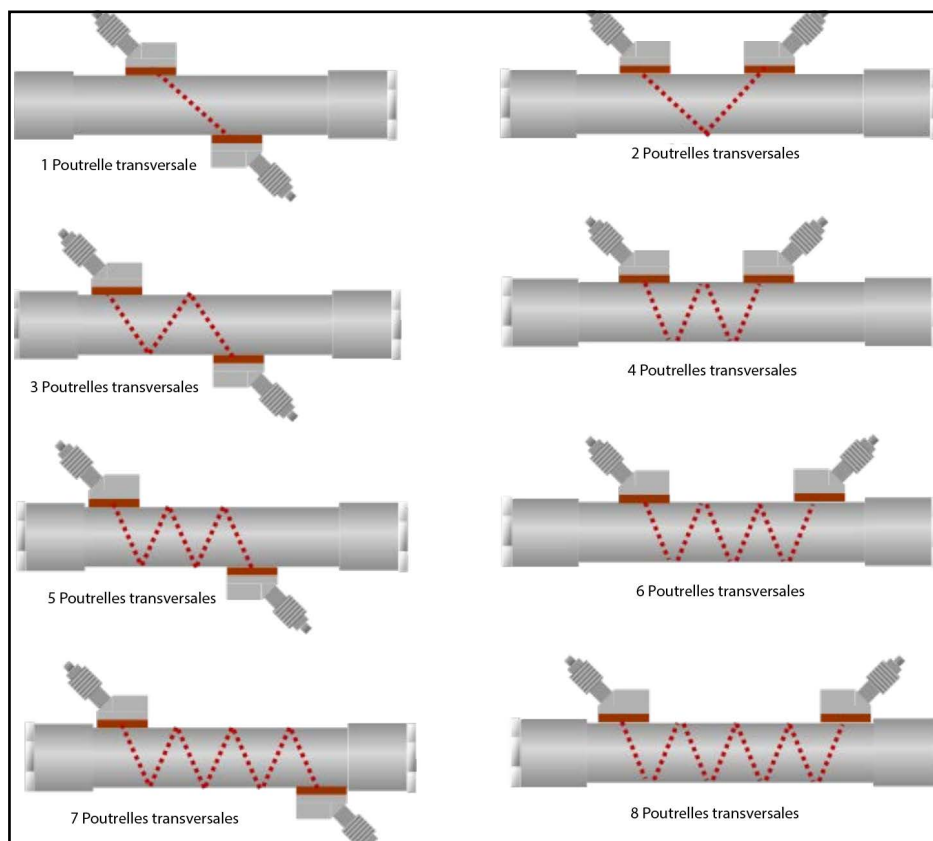

Figure 48 : Configurations de cheminement
2. Programmez le **No. of Traverses** [**Nombre de traverses**] en fonction de l'installation et de la configuration de votre transducteur. Se référer à la Figure 48 pour les configurations de traverse possibles prises en charge par le compteur. L'on utilise généralement une installation à deux traverses.